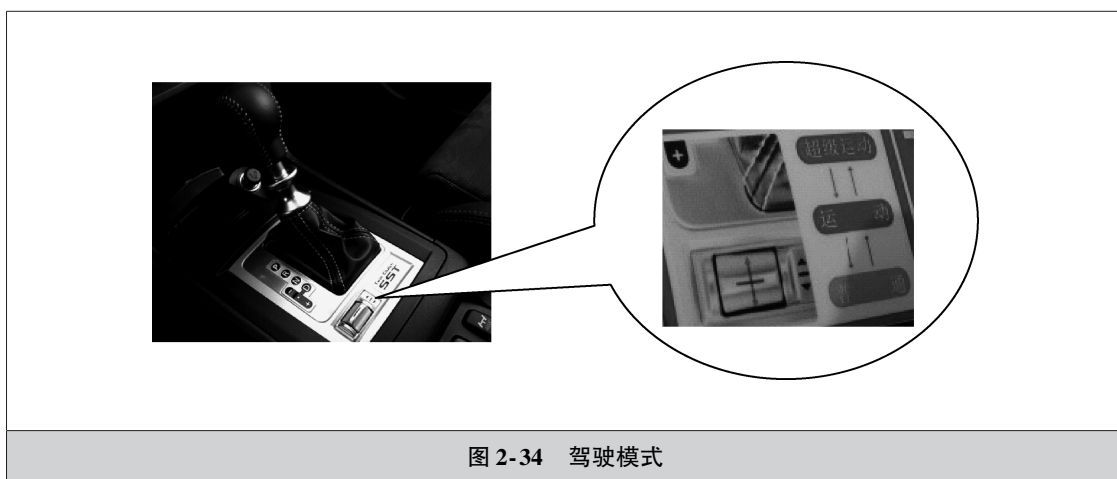

图 2-34 驾驶模式
2) 驾驶模式。SST 双离合变速器可以使驾驶人选择 3 种换档模式: 普通、运动和超级运动模式, 如图 2-34 所示。